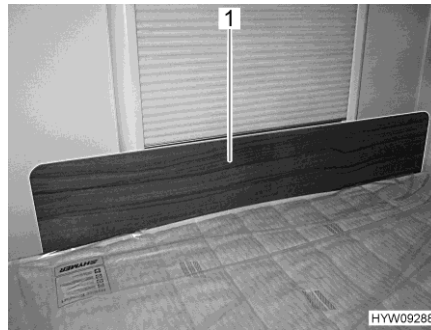

Bild 78 Skyddsplåt/fallskydd
- Sätt dit skyddsplåten (Bild 78,1) framför fönstret mellan madrassen och fönsterramen. Klämverkan på madrassen som håller fast skyddsplåten i dess position framför fönsterramen.